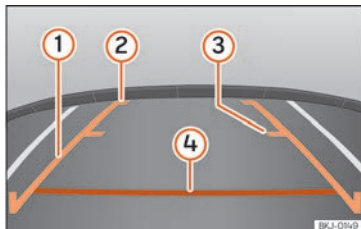

Fig. 261 Visualización en la pantalla del sistema Easy Connect: líneas de orientación.
- La carga del vehículo modifica la representación de las líneas de orientación »» **fig. 261**. La anchura que las mismas representan, disminuye con el nivel de carga. Ponga atención al entorno cuando el interior o el maletero están cargados.
»» fig. 261